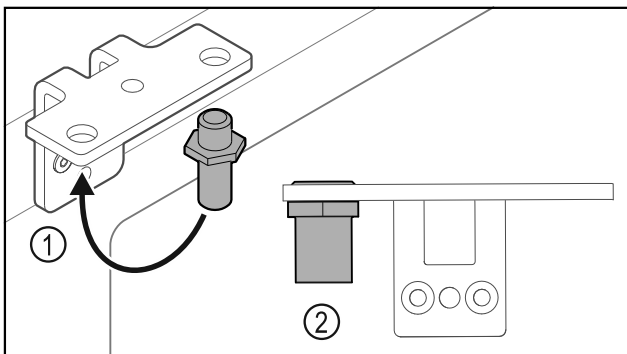

Fig. 33
- Bolzen Fig. 33 (1) im Scharnierwinkel umsetzen.
- Bolzen Fig. 33 (2) mit **Drehmoment von 12 Nm** anziehen.